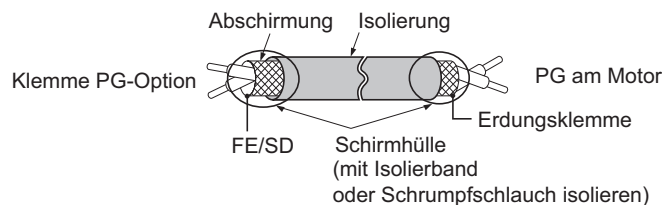
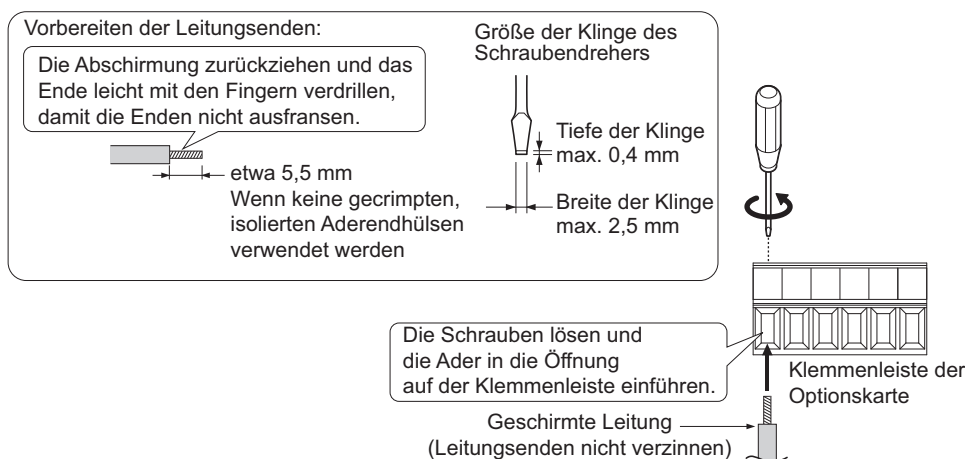

Abbildung 8.6 Vorbereiten der Enden einer geschirmten Leitung
Abbildung 8.7 Vorbereiten und Anschließen von Leitungen
- Am Frequenzumrichter befinden sich zwei Schraubenlöcher zur Verwendung als Erdungsklemmen (I). Beim Anschließen von drei Optionskarten müssen zwei Erdungsleiter an dieselbe Erdungsklemme am Frequenzumrichter angeschlossen werden.
- Die Leiterenden wie in **Abbildung 8.6** und **Abbildung 8.7** dargestellt vorbereiten und anschließen. **Siehe Leiterquerschnitte und Anzugsmomente auf Seite 426** zur Überprüfung, dass jede Klemme mit dem korrekten Anzugsmoment befestigt wurde. Besonders sorgfältig vorgehen, um sicherzustellen, dass jeder Leiter korrekt angeschlossen wird und die Leitungsisolierung nicht versehentlich in Anschlussklemmen eingeklemmt wird.